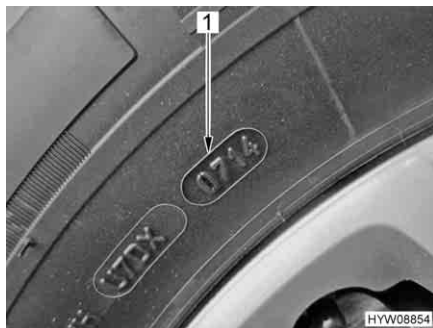

Fig. 202 Numero DOT
- ▷ I pneumatici non devono avere più di 6 anni perché la mescola di gomma col tempo invecchia e si sbriciola. Il codice DOT (Fig. 202, 1) di quattro cifre sul fianco del pneumatico indica la data di produzione. Le prime due cifre indicano la settimana, le ultime due cifre l'anno di produzione.